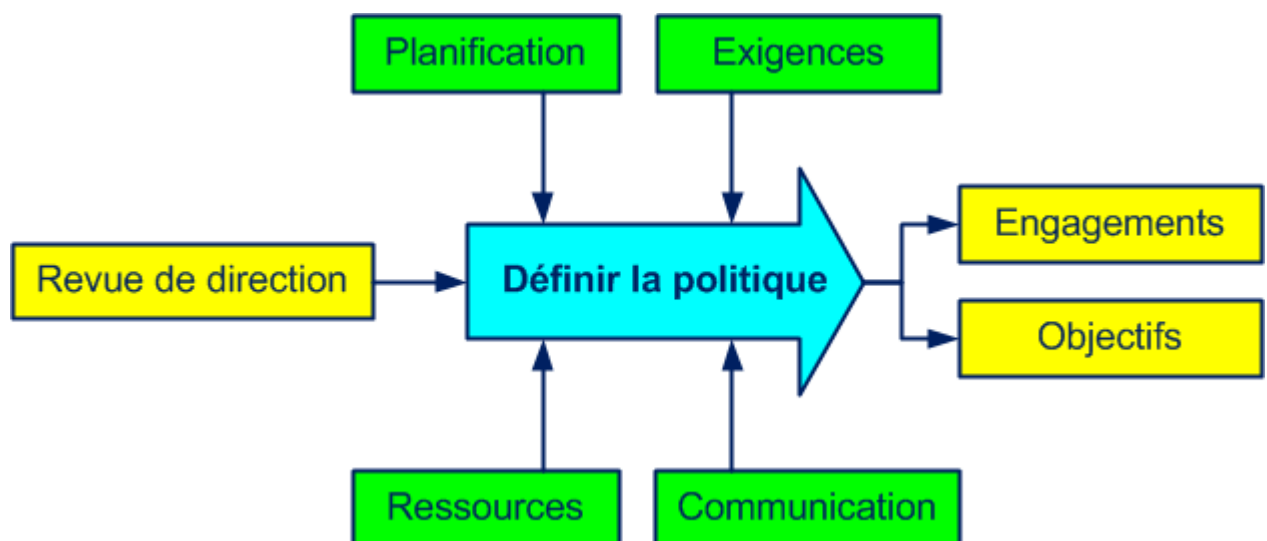

Figure 4-3. Le processus définir la politique
- définir et promouvoir la politique qualité (cf. figure 4-3) qui :